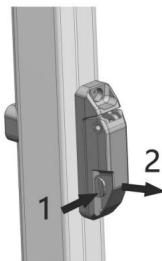
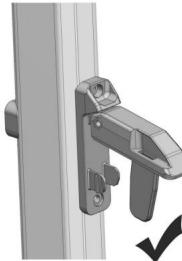

Abbildung D1
Abbildung D2
4.1.1 Öffnen Sie die Sicherheitsverriegelung in der Mitte der Stützstangen auf beiden Seiten (drücken und ziehen, Abbildung D1) und die Spannangenschraube lösen (Abbildung D2).